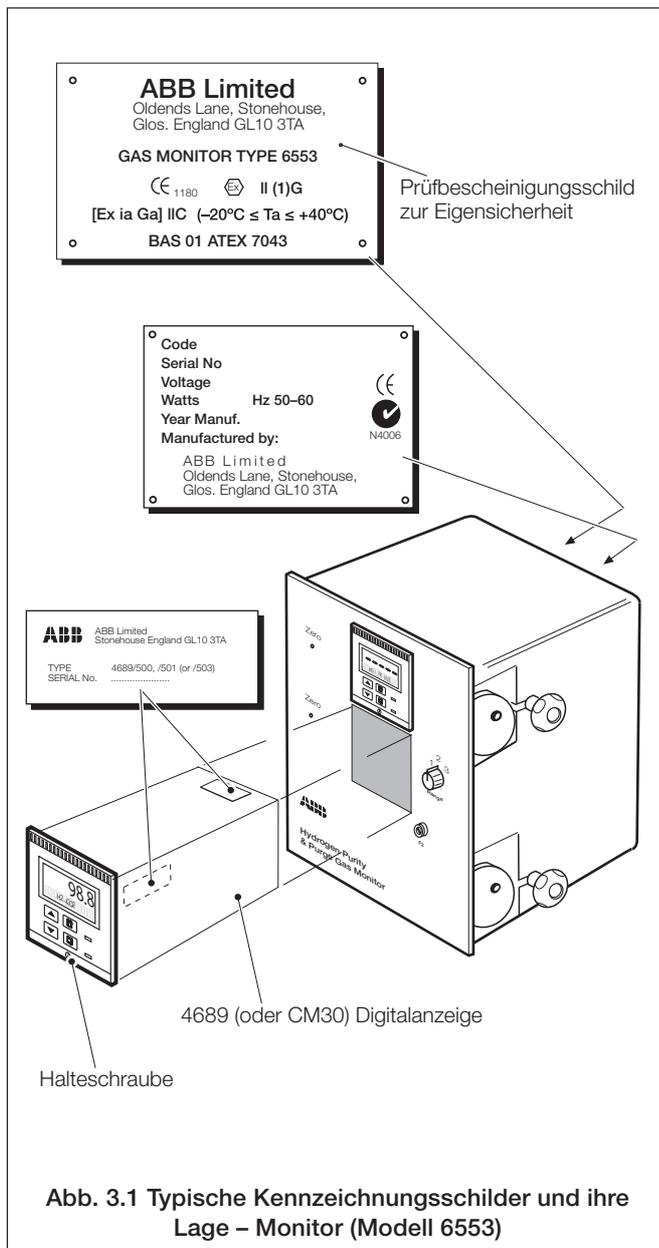

Abb. 3.1 Typische Kennzeichnungsschilder und ihre Lage – Monitor (Modell 6553)
3.1.1 Monitor (Modell 6553) – Abb. 3.1
Außen am Gehäuse des Monitors sind Typen- und Prüfbescheinigungsschilder angebracht (siehe Abb. 3.1). Anhand der Tabelle in Abschnitt 3.1.4 können Sie die Kodierung auf den Schildern entschlüsseln und somit genaue Informationen zur jeweiligen Ausführung des Monitors erhalten.
Hinweis: Position des Typenschildes an der Digitalanzeige 4689 (oder CM30) siehe auch Abb. 3.1